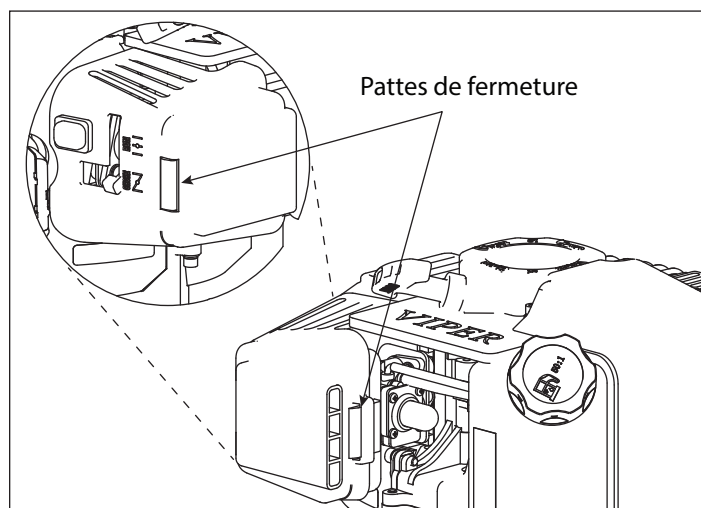

Figure 5
2. Pour déposer le couvercle de filtre à air, appuyer sur les pattes de fermeture de part et d'autre du couvercle. **VOIR FIGURE 5.**